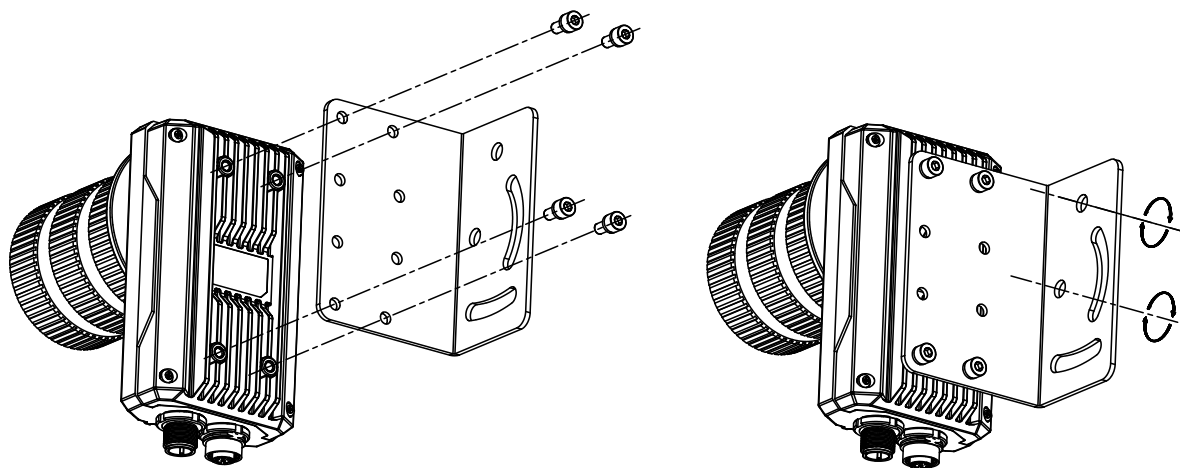
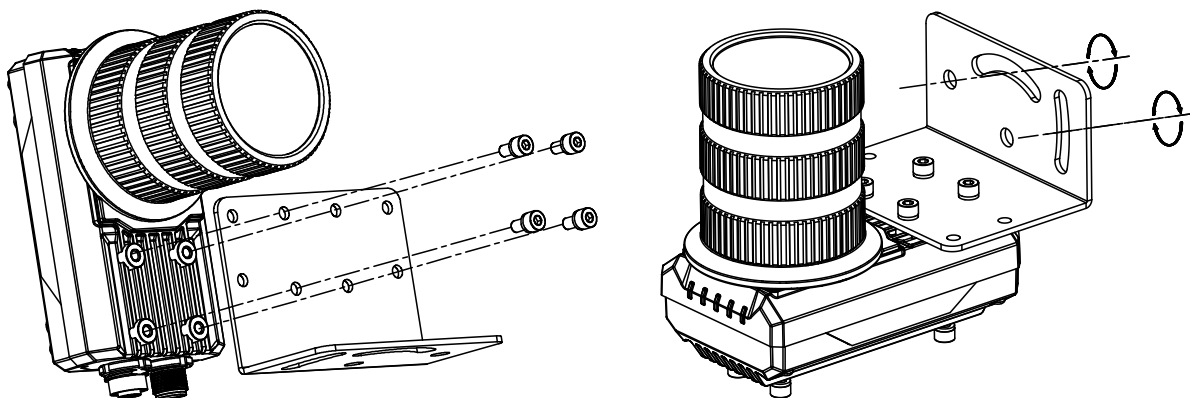

图3-1 背面安装
图3-2 正面安装
1. 将设备使用 M4 螺丝安装到固定支架上，再通过固定支架安装到其他机构件上，共有两种安装方式，如图 3-1 和图 3-2 所示。您可根据实际情况选择安装方式。